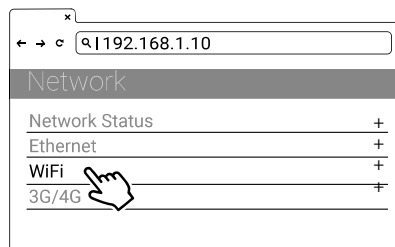

Figura 4-5 Selección de la red
- 2) Seleccione Wi-Fi Module. Vea la siguiente figura 4-5.